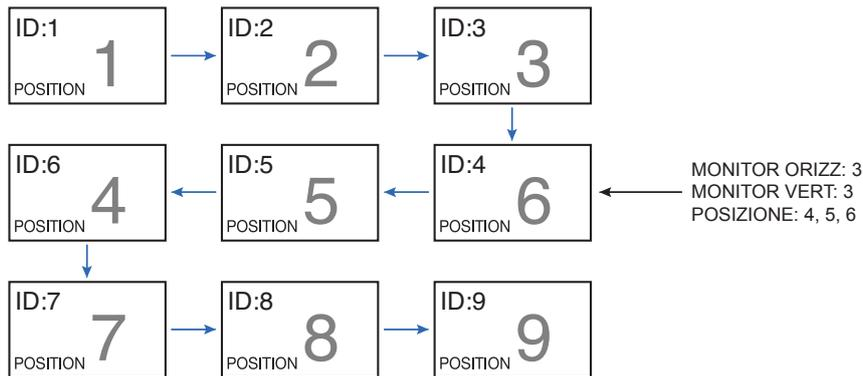

Figura 1
Il telecomando può essere utilizzato per controllare fino a 100 singoli monitor MultiSync utilizzando la modalità REMOTE CONTROL ID. La modalità REMOTE CONTROL ID funziona insieme all'ID del monitor, consentendo il controllo di un massimo di 100 singoli monitor MultiSync. Ad esempio, se nella stessa area vengono utilizzati molti monitor, un telecomando in modalità normale invierà segnali a tutti i monitor contemporaneamente (vedere **Figura 1**). Utilizzando il telecomando in modalità REMOTE CONTROL ID verrà attivato solo un monitor specifico all'interno del gruppo (vedere **Figura 2**).
**CONSIGLIO:** [POSIZIONE] deve essere modificata manualmente. Fare riferimento alla **figura 1**.
La configurazione verticale è la stessa della figura 1.